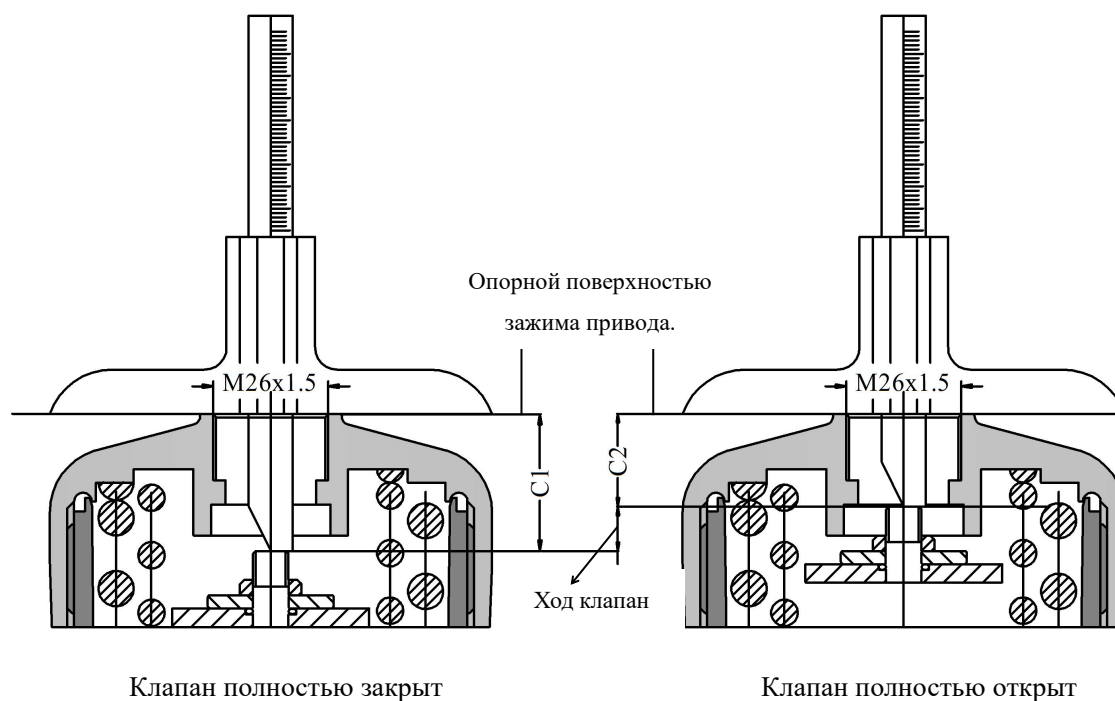

Рис. 38 Измерение значений C1 и C2
①	Датчик	1	Обратная связь положения открытия клапана
②	Монтажная пластина	1	Подсоедините позиционер к приводу
③	Кольцевой уплотнитель	2	Ф20×2
④	Зажим	2	Закрепите монтажную пластину, G ¼ резьба
⑤	Болты с шестигранной головкой М8	4	М8×16
⑥	Разъем датчика	1	Подсоединяет датчик к позиционеру
- Отдельно измерьте значение C1, когда клапан полностью закрыт, и значение C2, когда клапан полностью открыт, с помощью **линейки глубины**. Значения устанавливают расстояние между верхней точкой штока и опорной поверхностью зажима привода. Как показано на Рис. 38.